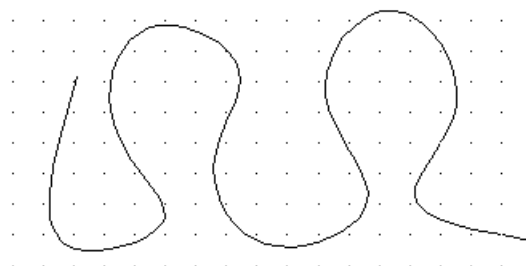

Рис. 30
- Чтобы закончить построение нажмите **Enter** три раза (рис. 30).